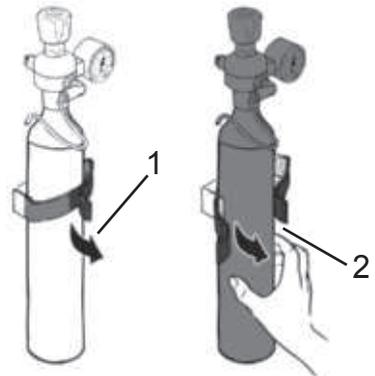

Abb. 15
2. Nehmen Sie den CO₂-Zylinder aus der Wandhalterung (Abb. 15/1, 2). Halten Sie den CO₂-Zylinder dabei senkrecht.